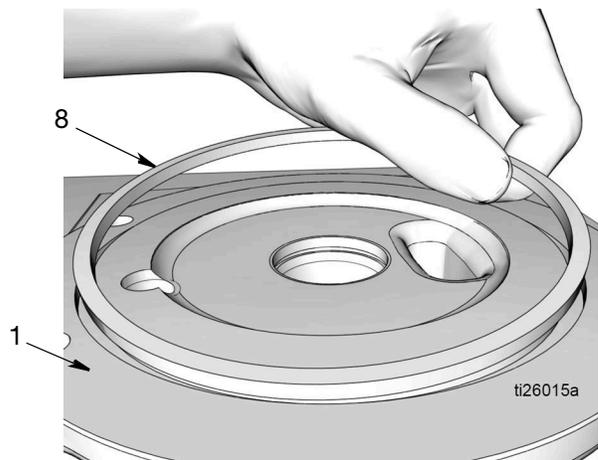

FIG. 45
- 7. Aplique una capa fina de grasa en la junta tórica cuadrada (8). Monte la junta tórica cuadrada (8) en la ranura de la base de la bomba (1) como se observa en FIG. 45.